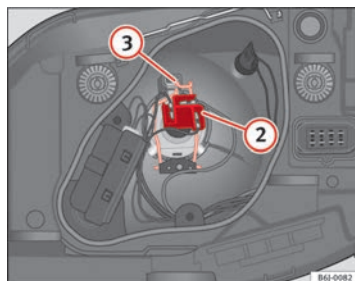

Fig. 146 Luz de cruce/carretera faro simple
- Extraiga el conector ⇒ fig. 146 ② de la lámpara.
- Desenganche el resorte retentor ⇒ fig. 146 ③ presionándolo hacia dentro y a la derecha.